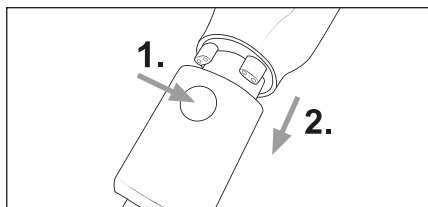

Fig. 12
- ◆ Para desmontar el cepillo combinado 2 en 1 ❶, mantenga pulsado el botón de desencastre del cepillo combinado 2 en 1 ❶ y tire de este para extraerlo del tubo de aspiración ❸ o del orificio de aspiración del aparato (consulte la fig. 12).